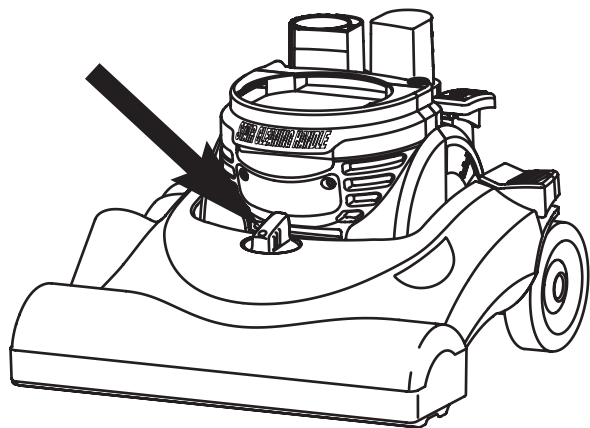

FIG. 14
Step 5: Cleaner Height Setting (some models only). Use the knob on the hood (FIG. 14) to raise or lower the cleaner's base to match the type of floor surface. With the cleaner cord unplugged, set the adjustment to the lowest setting for maximum carpet cleaning. **If the cleaner is difficult to push, adjust to the next highest setting until the cleaner is comfortable to push.** The brush roll must reach the carpet for effective cleaning. For ease in moving the adjustment knob, place handle in operating position and tilt cleaner back to remove weight from front wheels.
Étape 5: Réglage de hauteur de l'aspirateur (certains modèles seulement). Utiliser la molette sur le capot (FIG. 14) pour relever ou abaisser la base de l'aspirateur pour qu'elle corresponde au type de surface du sol. Avec le cordon de l'aspirateur déprisé, régler sur la position la plus basse pour un nettoyage maximum de la moquette. **Si l'aspirateur est difficile à pousser, passer au réglage supérieur et ainsi de suite jusqu'à ce qu'on puisse pousser l'aspirateur confortablement.** La brosse rotative doit être en contact avec la moquette pour un nettoyage efficace. Pour faciliter le déplacement de la molette de réglage, placer le manche dans la position de service et incliner l'aspirateur vers l'arrière pour soulager le poids des roues avant.
Paso 5: Ajuste de altura de la aspiradora (sólo en algunos modelos). Use la perilla de la cubierta (FIG. 14) para levantar o bajar la base de la aspiradora a fin de adaptarla al tipo de superficie del piso. Con el cable de la aspiradora desenchufado, elija la altura más baja para una limpieza más a fondo de la alfombra. **Si se hace difícil empujarla, mueva el ajuste al valor próximo más alto hasta que la aspiradora se pueda empujar con comodidad.** El cepillo giratorio debe alcanzar la alfombra para lograr una limpieza efectiva. Para mover la perilla de ajuste más fácilmente, coloque el mango en la posición de funcionamiento e incline la aspiradora hacia atrás para aliviar de peso las ruedas delanteras.